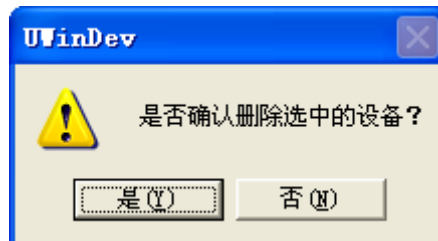

图 6-25 设备删除
(4) 选中需要删除的 MODBUS_RTU 设备，在空白处右键/删除，或菜单栏中设备/删除，或者点击删除图标“”，则弹出删除确认对话框如图 6-25，点击确认即可删除设备。